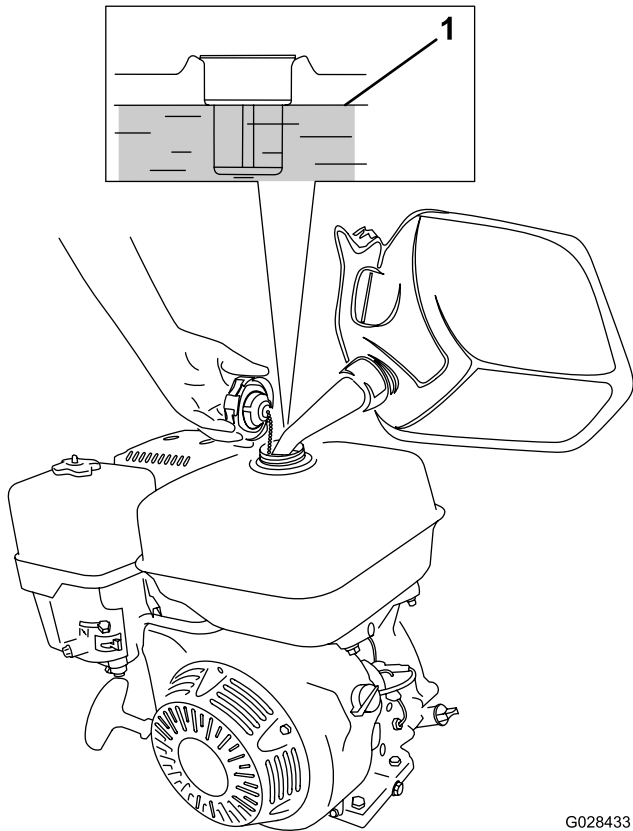

图22
1. 清理燃油箱盖附近的区域，从油箱上取下盖子（图 22）。使用无铅汽油（最低 87 泵辛烷值），将油箱加到油箱顶部以下约 25mm 处，预防燃油发生膨胀。